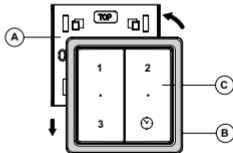

Fig 6.
3. Platzieren Sie den drahtlosen Schalter mit Rahmen ca. 5 mm über der Sicherungsplatte A und bewegen Sie ihn nach unten, bis er in den Klemmen der Sicherungsplatte einrastet. (Abb. 6).